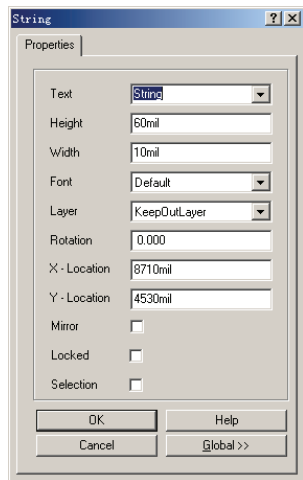

图 5-63 “String”对话框
- 2) 执行命令后，光标变成了十字形状，在此命令状态下，按〈Tab〉键，会出现如图 5-63 所示的“String”对话框
4) 用同样的方法放置其他字符串标注。用户要更换字符串标注的方向只需按〈Space〉键即可进行调整，或在图 5-63 的“String”对话框中的“Rotation”文本框中输入字符串旋转角度。